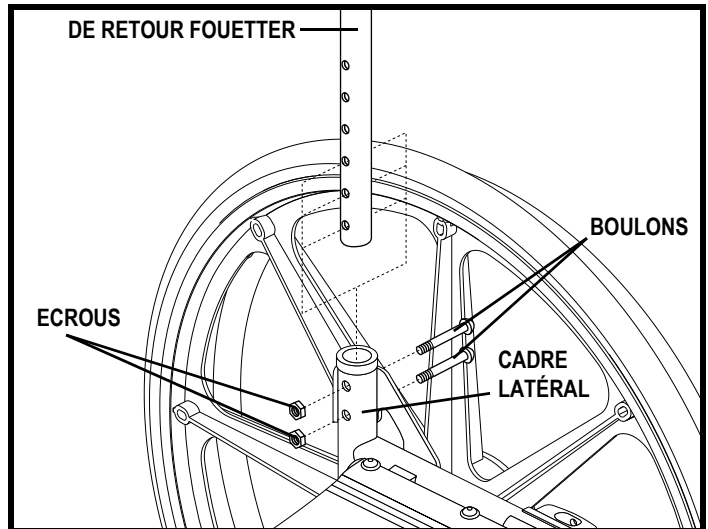

Figure 26. Réglages hauteur du dossier
Vous pouvez régler le dossier à l'une des deux hauteurs différentes. La plage de réglage est de 5 cm (2-po) en incréments de 2,5 cm (1-po). **Voir la figure 26.**
1. Enlevez la vis et l'écrou sur le haut de la canne et desserrez la vis située au bas du montant. **Voir la figure 26.**